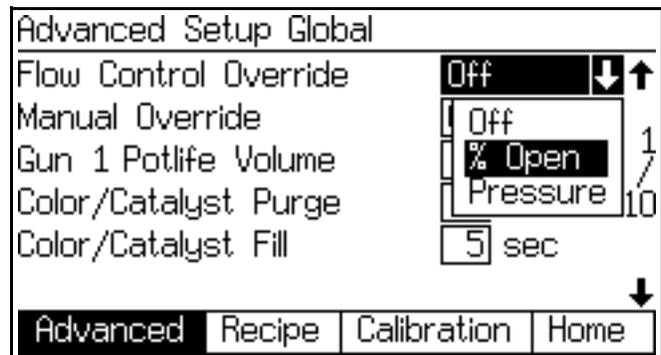
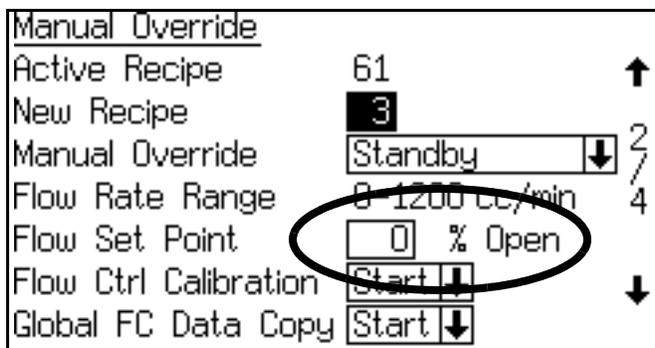

图 92. 流量控制覆盖菜单
图 93. 流量设定点显示为百分比
3. 将“流量控制覆盖”设为“% 打开”。参见图 92 和表 12。在手动覆盖屏幕中，“流量设定点”字段将显示为“% 打开” (请参见图 93)。